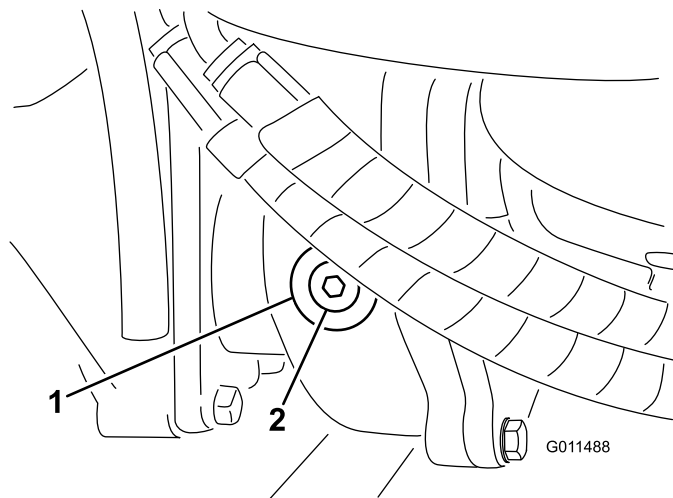

Рисунок 113
- Снимите пробку контрольного (заливного) отверстия с левой стороны редуктора и убедитесь, что масло доходит до нижнего края отверстия (Рисунок 113).